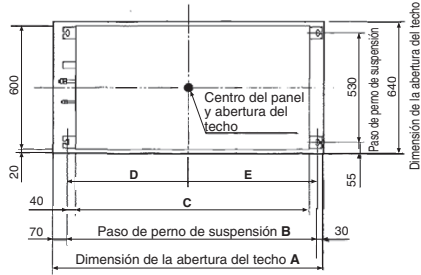

Fig. 3-19
- (3) Si es necesario, corte el material que compone el techo. (Consulte las Figs. 3-19 y 3-20, y la Tabla 3-1).